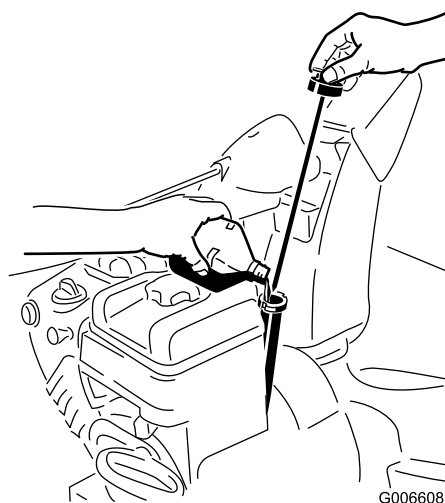

Figure 12
1. Retirez la jauge et versez de l'huile **lentement** dans le goulot de remplissage pour faire monter le niveau de liquide jusqu'au repère du plein (Full) sur la jauge. **Ne remplissez pas excessivement** (Figure 12).